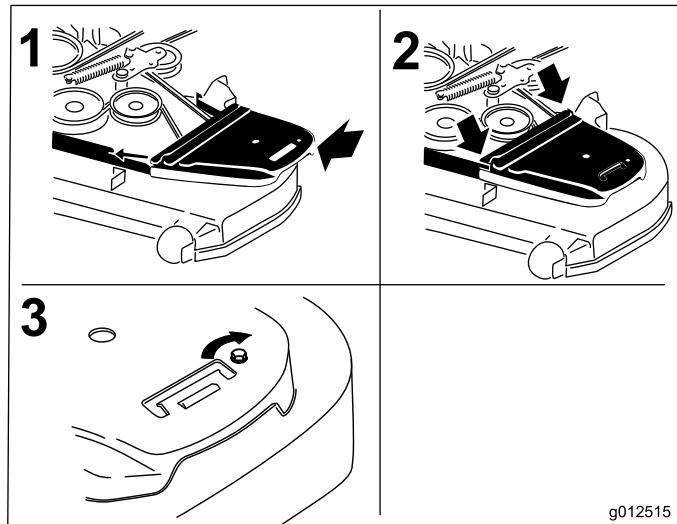

Figura 75
12. Instale las cubiertas de las correas y los pernos que están sujetos a las mismas (Figura 75).